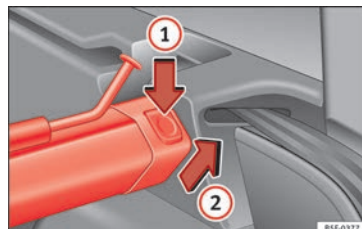

Fig. 172 Nel bagagliaio: smontare la rete divisoria.
- Premere il tasto di sblocco sinistro o destro »» **fig. 172** nella direzione indicata dalla freccia ①.
- Rimuovere la scatola dal supporto nel senso della freccia »» **fig. 172** ②.
- Premere la scatola nei supporti sinistro e destro nel senso contrario a quello della freccia »» **fig. 172** ② fino allo scatto.